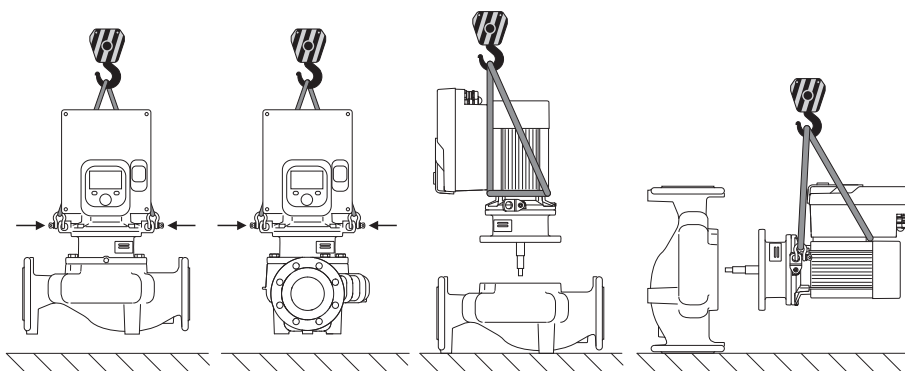

Fig. 6: Kierunek podnoszenia pompy pojedynczej
Pompę należy transportować, korzystając z dopuszczonych zawiesi (np. wielokrążka, żurawia itp.). Zawiesia należy zamocować do uchwytów transportowych znajdujących się na kołnierzu silnika. Pętle do podnoszenia, jeżeli to konieczne, wsunąć pod płytę adaptacyjną (Fig. 6/7). Należy zabezpieczyć pompę przed przewróceniem się.
2. W celu zabezpieczenia należy zamocować głowicę silnika (Fig. 4) za pomocą odpowiednich urządzeń wciągających w uchwytach transportowych. Aby jednostka nie wywróciła się, należy ułożyć wokół niej pętlę z pasa według Fig. 6 obejmującą silnik i adapter modułu elektronicznego. Podczas mocowania unikać uszkodzenia modułu elektronicznego.